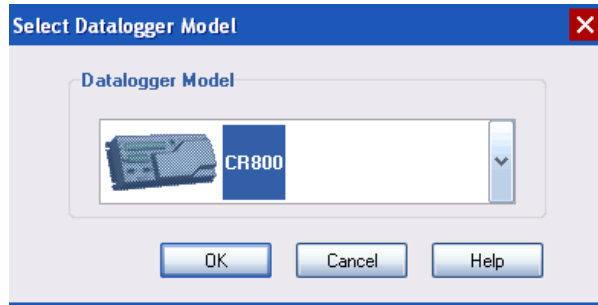

Figura 21. Ventana de elección del modelo del datalogger.
PASO 2. ELECCIÓN DEL DATALOGGER CR850 Y SENSORES. Ahora nos aparecerá la ventana como la muestra la Figura 21, donde se nos despliega una lista de modelos de datalogger con los cuales se pueden realizar programas, Nosotros seleccionamos el “CR800” y damos clic en el botón “OK”.